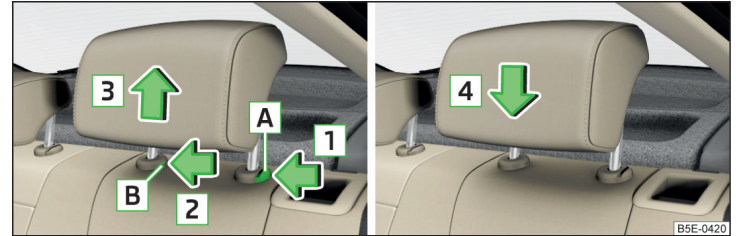

Abb. 94 Kopfstütze hinten herausnehmen/einsetzen
- Die Sicherungstaste **A** in Pfeilrichtung **1** halten, gleichzeitig mit einem Schlitzschraubendreher (mit einer Breite von max. 5 mm) die Sicherungstaste in der Öffnung **B** in Pfeilrichtung **2** drücken und die Stütze in Pfeilrichtung **3** herausnehmen » Abb. 94.